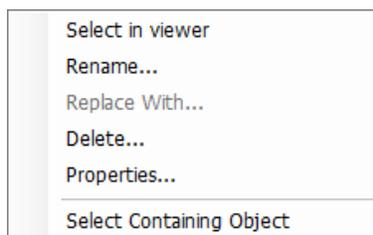

图 40: 新点列表上下文菜单
2. 右键单击新点显示新点列表上下文菜单。提供不同功能以管理新点，如图 40 中所示。